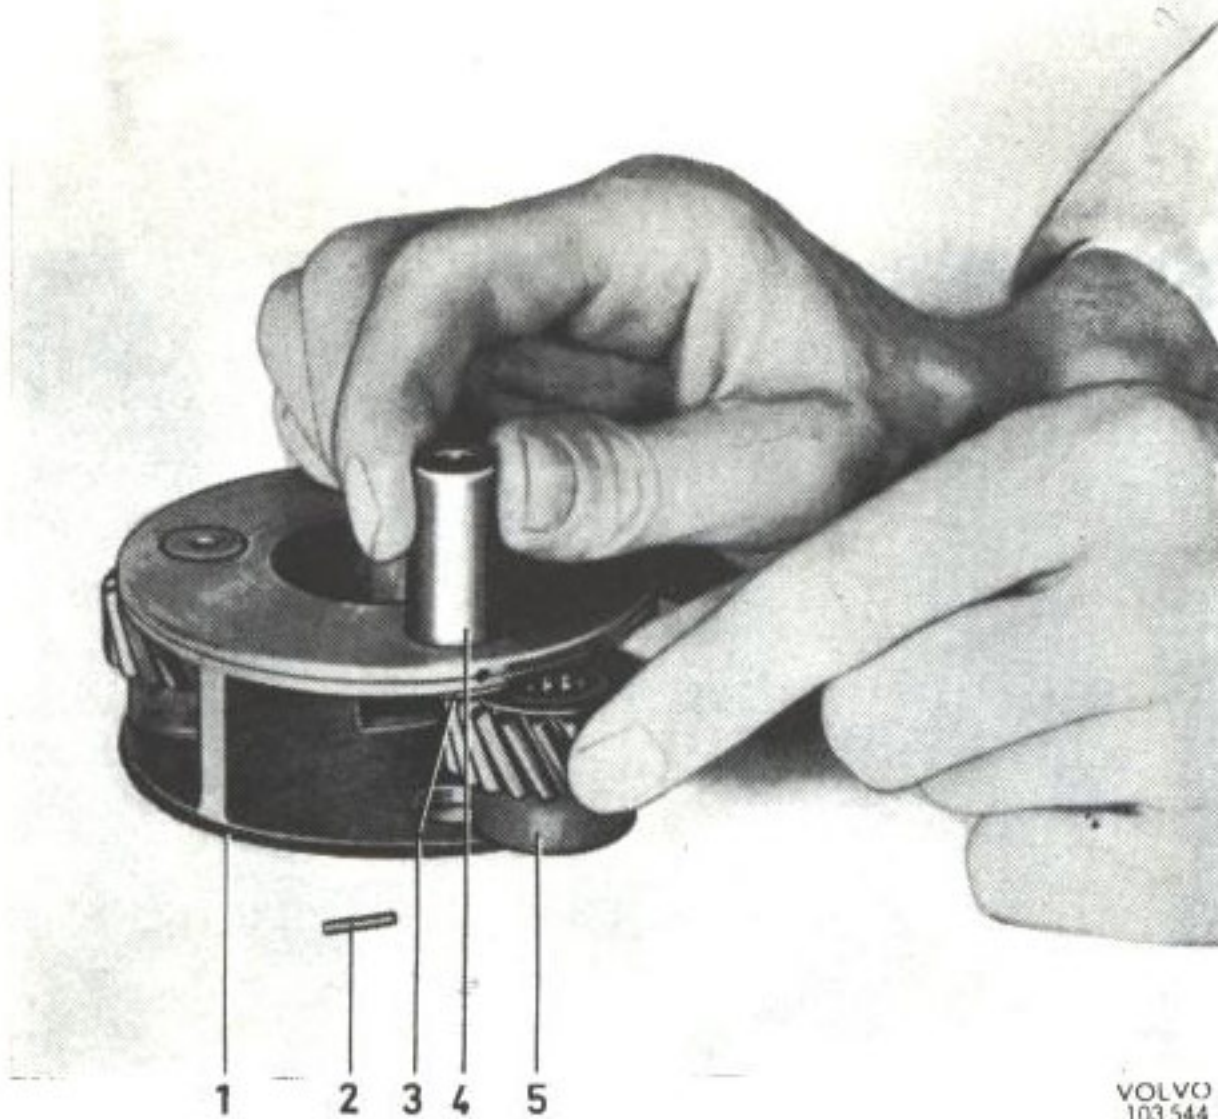

Bild 31. Montering av planethjul, I
1. Sätt nållagren och distansbrickorna i nållagren. Montera samman planethjulshållare, axlar, bricor och planethjul, se bild 31. Montera nya lås-stift.